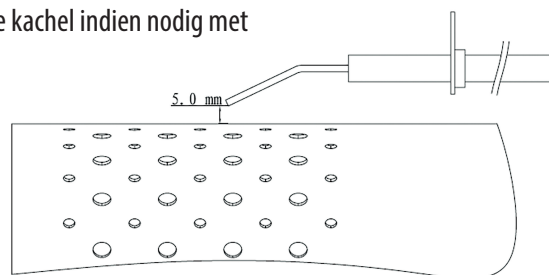

Fig. 2
- Controleer de positie van de startelektrode (Fig. 2).
- Check the starting electrode position (Fig. 2).